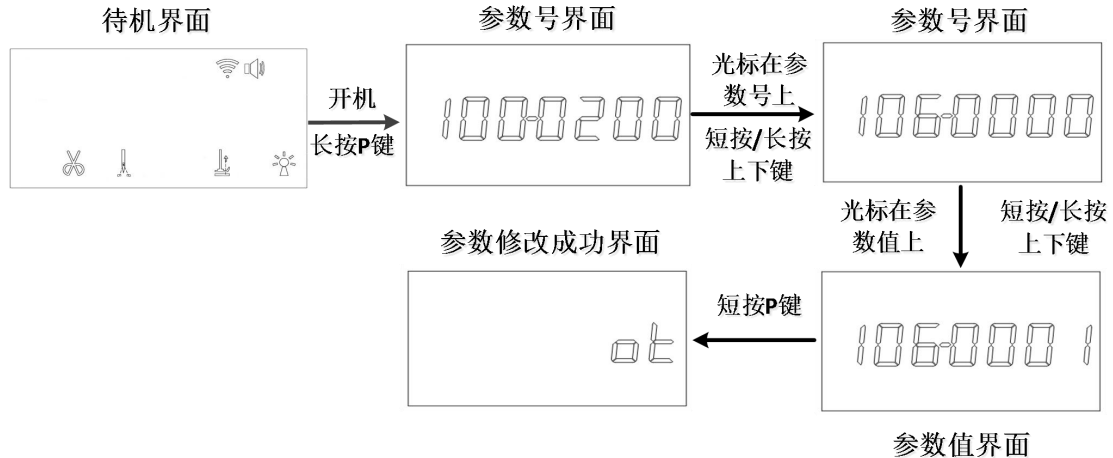

图 2-2 研发参数设置流程
- ① 在用户界面下，短按 P 键退出至待机界面；
- ② 脚踏踩下立即退出至待机界面；
- ③ 20s 内按键未动作退出至待机界面。
长按 P 键 (P) 开机，进入研发参数号界面；进入研发调节界面后，短按左键 (←) 或右键 (→) 移动光标，当光标在参数号上时，长按、短按上键 (↑) 或下键 (↓) 来修改参数号；当光标在参数值上时，长按、短按上键 (↑) 或下键 (↓) 来修改参数值；当参数值被修改后，短按 P 键 (P)，显示“OK”并回到参数号界面；如果超过 20S 没有按键动作或者短按 P 键 (P) 则退出至待机面，在研发参数设置界面内电机运行系统立即退出至待机界面，研发设置流程如图 2-2 所示。